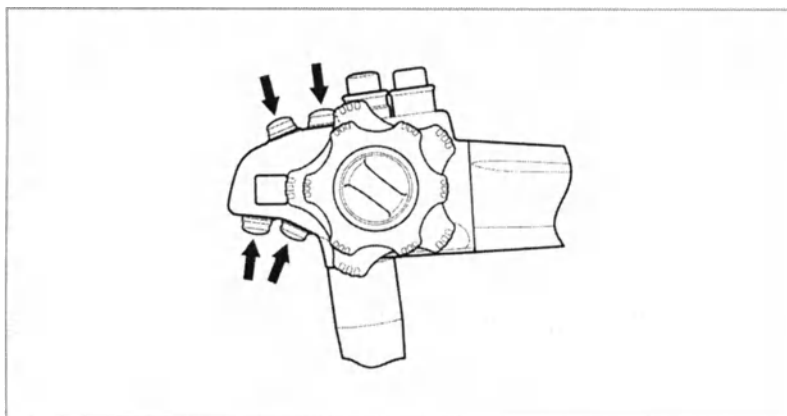

Рисунок 4.10
2. Нажмите каждую кнопку пульта дистанционного управления эндоскопа и проверьте, что слышен подтверждающий звук, и что функция, присвоенная кнопке, работает (см. рисунок 4.10).